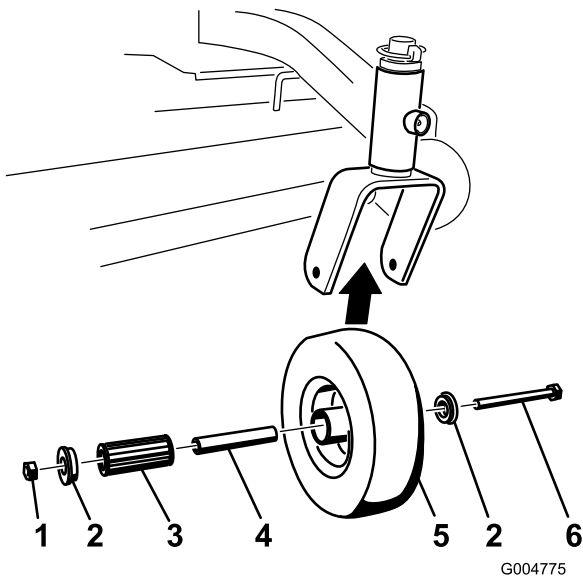

Figure 40
- Enlevez le contre-écrou et le boulon de fixation de la roue pivotante à la chape (Figure 40).
- Enlevez une bague, puis sortez la douille pour clé et le roulement à rouleaux du moyeu de roue (Figure 40).
- Enlevez l'autre bague du moyeu, puis nettoyez la graisse et les saletés éventuellement présentes dans le moyeu (Figure 40).
- Examinez l'usure du roulement à rouleaux, des bagues, de la douille pour clé et de l'intérieur du moyeu. Remplacez les pièces endommagées ou usées (Figure 40).
- Pour le remontage, placez une bague dans le moyeu de la roue. Lubrifiez le roulement à rouleaux et la douille pour clé, et insérez-les dans le moyeu. Mettez la deuxième bague dans le moyeu (Figure 40).
- Montez la roue pivotante dans la chape à l'aide du boulon et du contre-écrou. Serrez le contre-écrou jusqu'à ce que la base de la douille pour clé soit en appui contre l'intérieur de la chape (Figure 40).